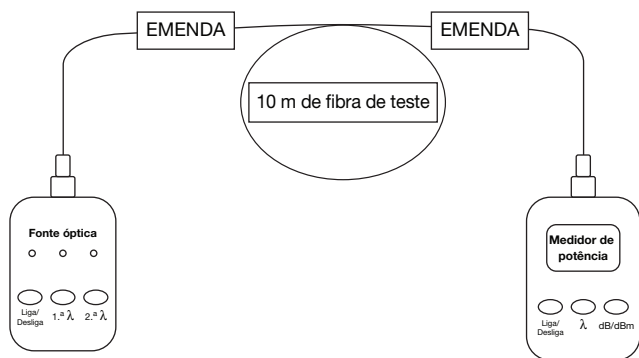

Figura 1
7. Conecte uma fonte de laser (SM) ou LED (MM) a uma extremidade da fibra e um medidor de potência à outra extremidade da fibra. Vide a Figura 1.